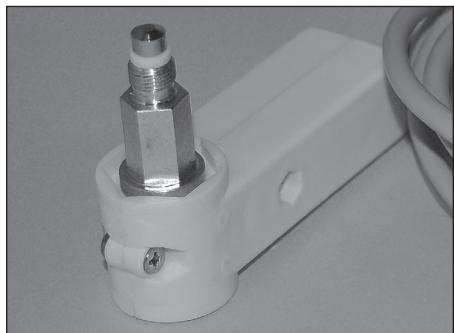

Figura 7
5. Instalar el módulo disyuntor de alimentación, **Figura 7**, al calentador de agua tal como se indica. Luego de finalizar la instalación del módulo disyuntor de alimentación, enviar el cable conector a la unidad de control e insertar el conector entrelazado a la placa de circuito.